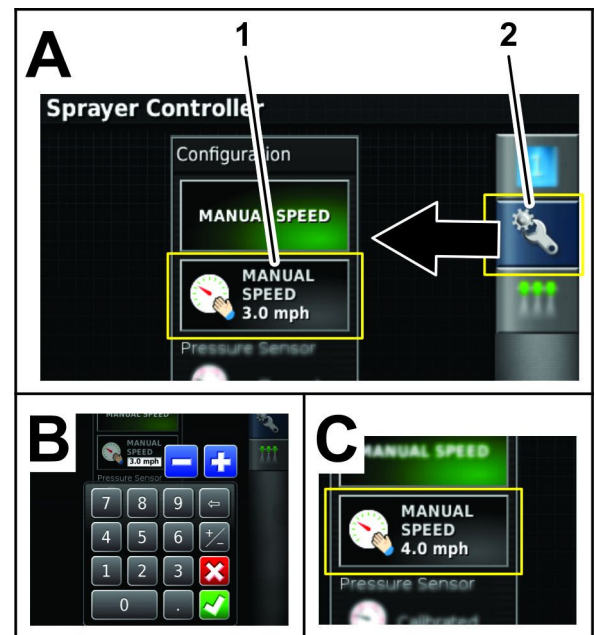

Figura 97
- F. Pressione o ícone de Introdução manual de velocidade (Figura 97).
- G. Utilize o teclado numérico para introduzir a velocidade simulada e pressione o ícone de Confirmar (Figura 97).